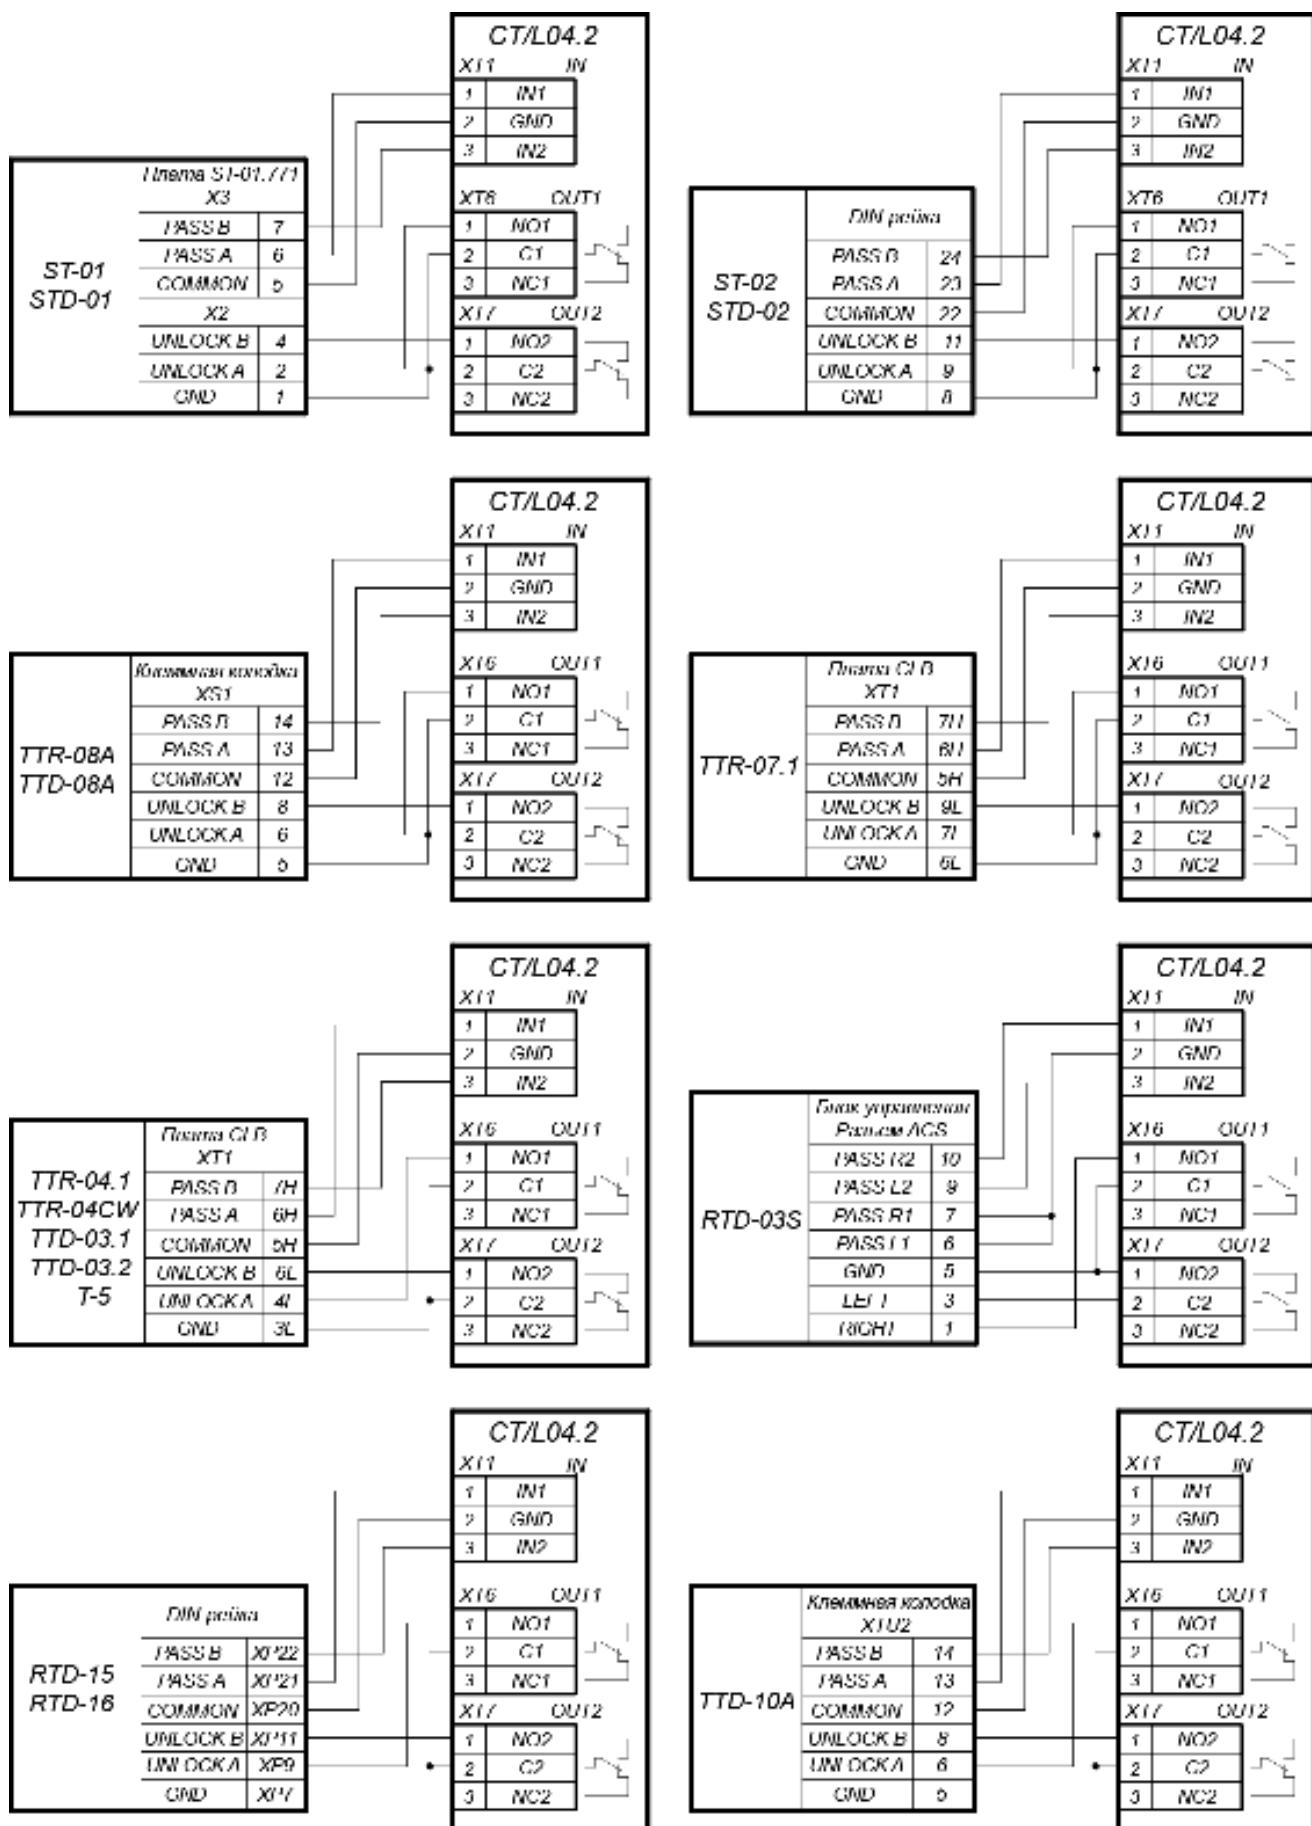

Рисунок 6. Схемы подключений турникетов
2. Турникет (блок управления) подключается к клеммным колодкам **XT1**, **XT6**, **XT7** нижней платы контроллера в соответствии со схемой для данного типа турникета (см. рис. 6).